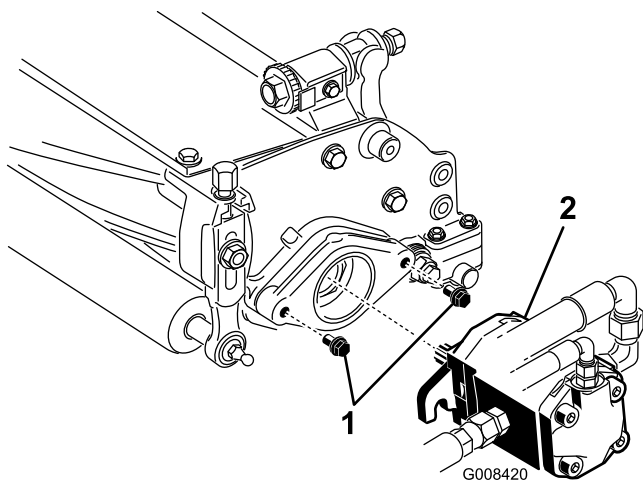

Figure 18
10. Montez les vis de fixation du moteur d'entraînement des cylindres sur chaque plateau de coupe. Laissez dépasser approximativement 13 mm du filetage sur chaque vis de fixation (Figure 18).
12. Lubrifiez l'arbre cannelé de chaque moteur avec de la graisse propre, puis montez le moteur en le tournant dans le sens horaire de sorte que les brides dépassent les goujons. Tournez le moteur dans le sens horaire jusqu'à ce que les brides encerclent les goujons (Figure 18).
13. Resserrez les boulons de montage (Figure 18).